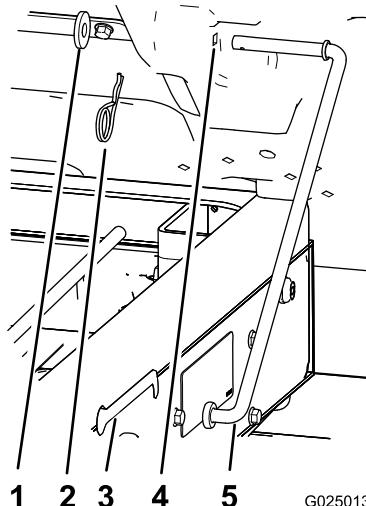

図 12
1. プロップロッド支え棒を荷台の裏側に固定しているヘアピンとワッシャを外す図 12。
2. プロップロッドを前にずらしてフレームのブラケットから外す図 12。